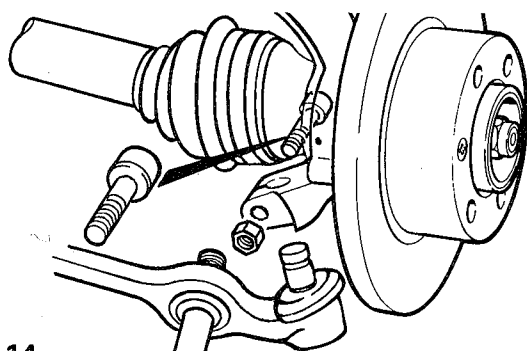

fig. 14
3. Desligar a junta esférica do braço inferior do suporte da ponta de eixo (figs. 14 e 19)
3. Posicionar a junta esférica do braço inferior no suporte da ponta de eixo (fig. 14). Instalar o parafuso "Torx", com a cabeça para trás, certificando-se estar perfeitamente encaixado no rebaixo do eixo da junta esférica. Apertar ao torque especificado
5. Desligar a junta esférica do braço inferior do suporte da ponta de eixo (figs. 14 e 19). Remover o braço inferior do suporte na carroceria
2. Desligar a junta esférica do braço inferior do suporte da ponta de eixo (figs. 14 e 19); desligar o braço inferior do suporte, na carroceria